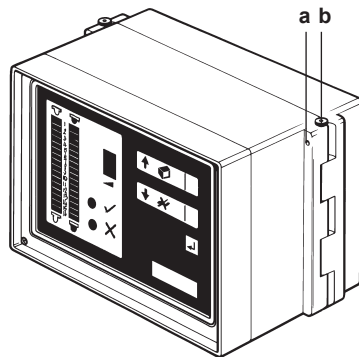

图 3
1. 松开平头螺丝a（图3）；
2. 卸下右铰链销b（图3）；